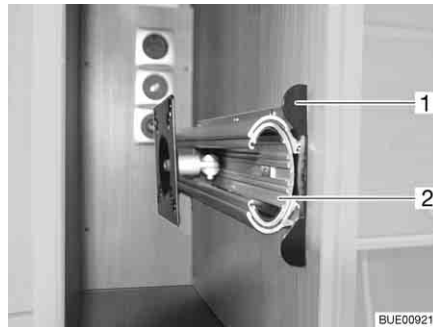

Bild 99 Halterung im TV-Schrank
- Entriegelungsleiste (Bild 99,1) hineindrücken.
- Auszug (Bild 99,2) bis zum Anschlag herausziehen.
- Auszug (Bild 99,2) einschieben, bis die Entriegelungsleiste (Bild 99,1) einrastet.